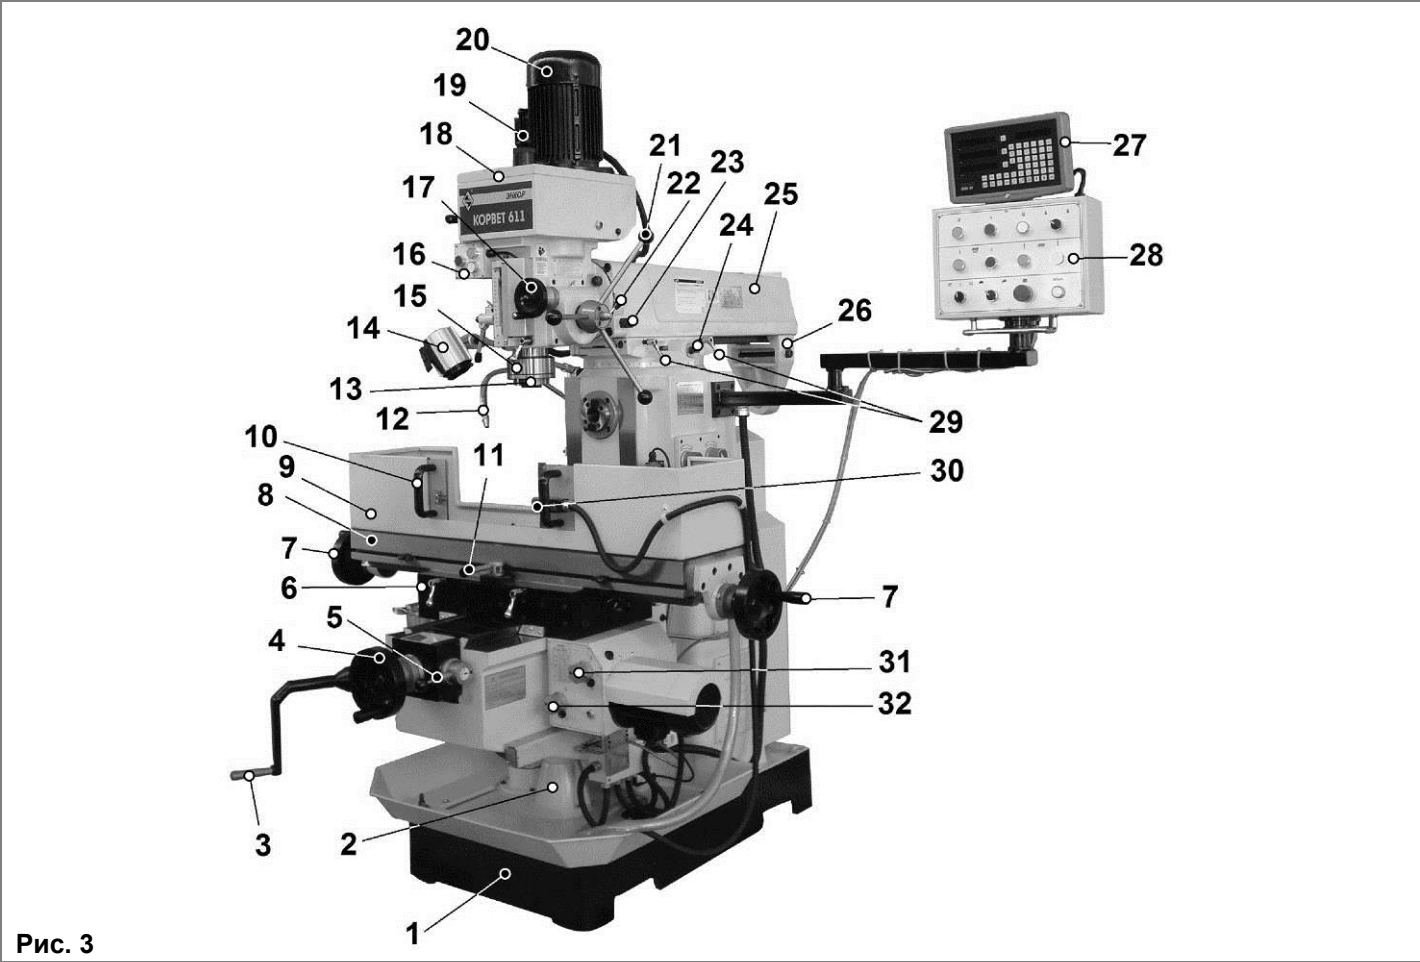

Рис. 3
6.1. Станок состоит из следующих сборочных единиц и деталей (Рис. 3, 4):
10.9.21. С завода-изготовителя станок поставляется без СОЖ – приобретается отдельно. Для заправки станка необходимо залить СОЖ в поддон, бак встроен в основание станка (1) (Рис. 3).
8.1. Сборка (Рис. 3, 5 - 8)
8.2.2. Установите станок на фундаменте так, чтобы рабочий стол (8) (Рис. 3) находился строго горизонтально в продольном и поперечном направлениях. Положение станка надежно закрепите.